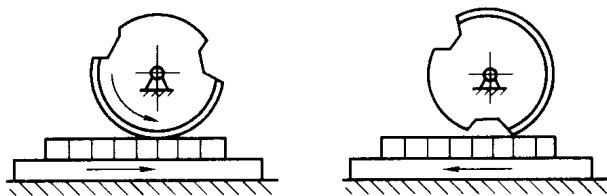

图 1-1-13 转停式印刷机工作原理
(3) 转停式印刷机 转停式印刷机又称停回转式印刷机。工作原理如图 1-1-13 所示。